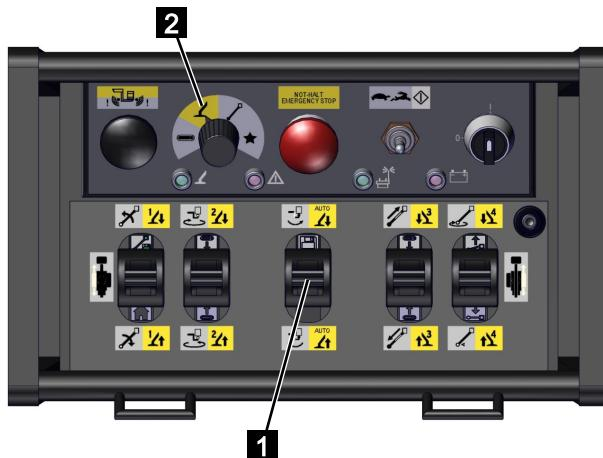

Abb. 131
4. Den Funktionswahlschalter an der Funksteuerung auf [Stützenfunktion] (gelb) (Abb.131/2) stellen.
5. Mit dem Steuerhebel (Abb.131/1) die Stützen gemäß nachfolgender Tabelle bedienen.